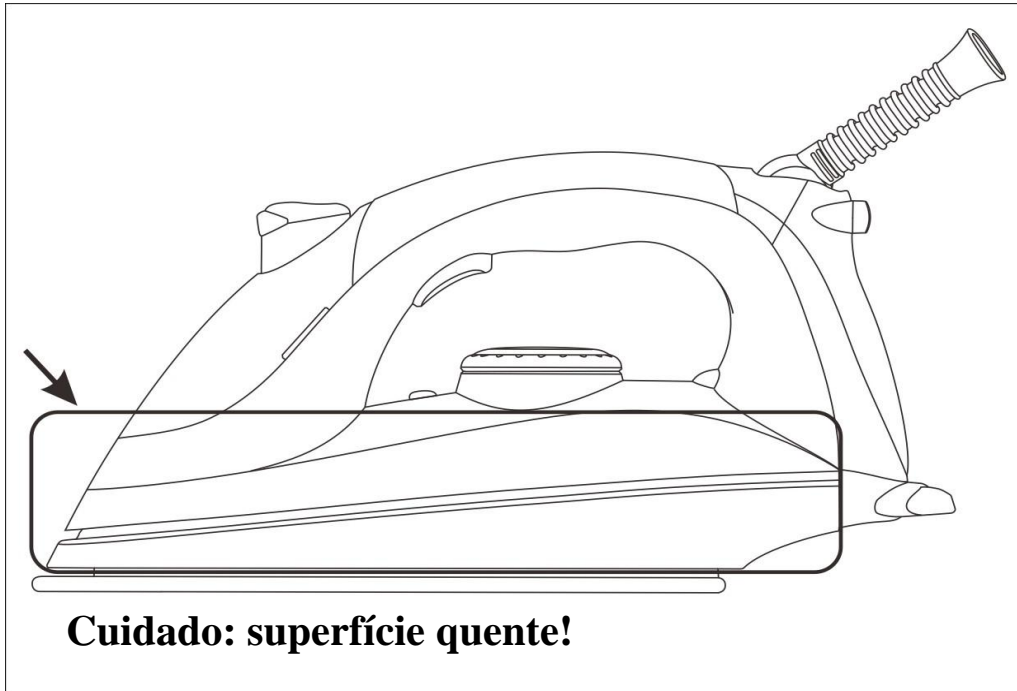

Figura 1: Superfície Lado Esquerdo quente
14. Não toque, logo após de passar, nas superfícies marcadas com o símbolo poderá queimar-se. (Por favor, consulte a figura 1 seguinte e Figura 2)